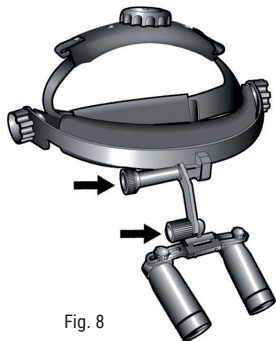

Fig. 8
- Sitúe los telescopios en la posición aproximadamente correcta delante de sus ojos. Afloje ligeramente ambos botones de ajuste de modo que los telescopios puedan moverse fácilmente. Alinee verticalmente cada telescopio. (Fig. 8).